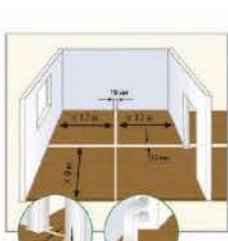

Рисунок 16
17. При укладке SPC ламината большими пластами необходимо помнить, если площадь укладываемого ламината превышает по длине или ширине 12 м и составляет более 120-150 м2, необходимо предусмотреть компенсационные швы минимум 12 мм шириной. В противном случае в полотне ламината начнут образовываться щели или ламинат встанет «дыбом» и напольное покрытие придет в негодность, что не будет являться гарантийным случаем. (см. рис. 16)